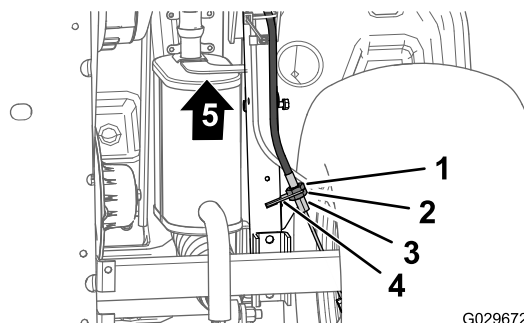

Рисунок 71
3. В нижней части машины ослабьте заднюю зажимную гайку резьбового регулятора троса стояночного тормоза на 4 оборота (Рисунок 71).
4. Затяните переднюю зажимную гайку (Рисунок 71).
- A. Ослабьте затяжку передней зажимной гайки (Рисунок 71) на резьбовом
- V. Затяните заднюю зажимную гайку (Рисунок 71).
- A. Ослабьте затяжку задней зажимной гайки (Рисунок 71) на резьбовом регуляторе троса стояночного тормоза на один оборот.
- V. Затяните переднюю зажимную гайку (Рисунок 71).